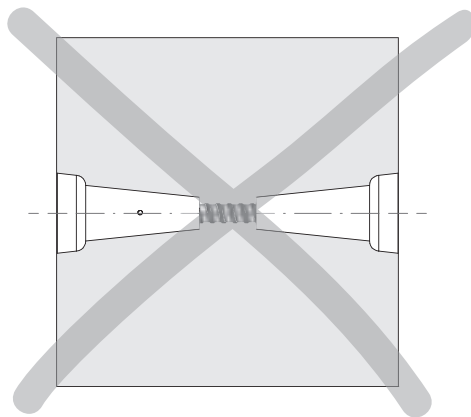

Fig. B1.01
- Cada consola CB tem que estar ancorada individualmente e o alívio ou desmontagem da ancoragem apenas pode ser feito do lado da transmissão de cargas. Não é permitida a ligação entre dois cones. (Fig. B1.01)